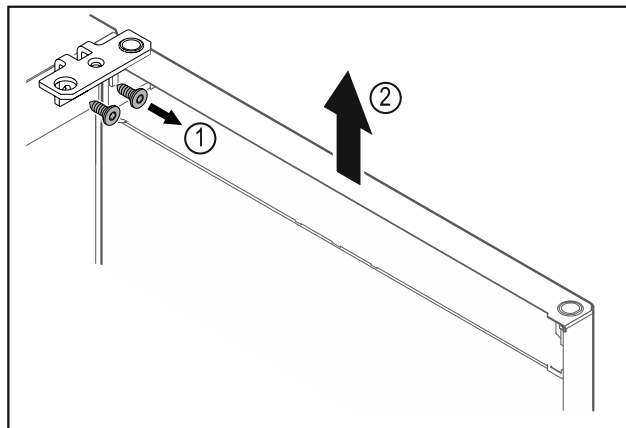

Fig. 12
- ▶ Lironi vidat e profilit të menteshës Fig. 12 (1).
- ▶ Ngrini drejt lart derën së bashku me profilin e menteshës Fig. 12 (2) rreth 200 mm dhe hiqeni.